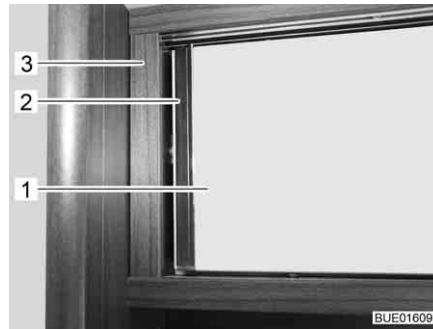

Fig. 70 Sportello del mobile con cricchetto
- Aprire lo sportello del mobile (Fig. 70,1) spingendolo con la maniglia (Fig. 70,2) contro il corpo del mobile (Fig. 70,3). Lo sportello del mobile è sbloccato.